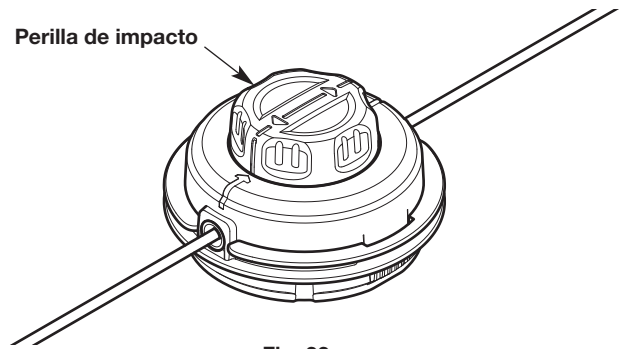

Fig. 22
- Gire la perilla de impacto para enrollar el hilo hasta que sobresalga aproximadamente 5 pulgadas (12.5 cm) de cada lado del cabezal de corte (Fig. 22).